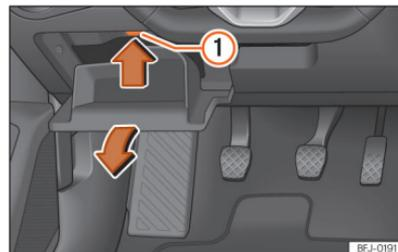

Fig. 228 No painel de instrumentos do lado do condutor: tampa da caixa de fusíveis.
- Abra o porta-objetos do lado do condutor >>> Fig. 228.
- Pressione a flange de encaixe >>> Fig. 228 ① para cima, no sentido da seta, e ao mesmo tempo abra ainda mais o porta-objetos e retire-o até que se consiga aceder ao porta-fusíveis.